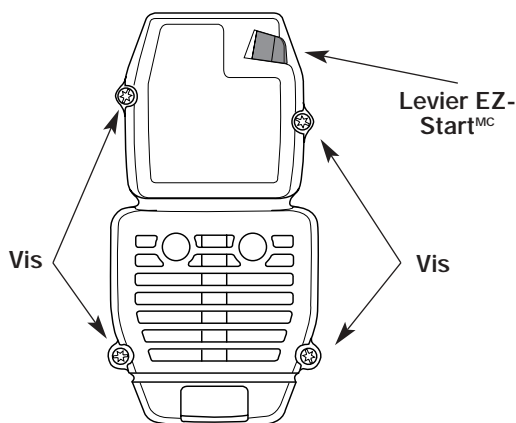

Figure 26
1. Retirez les quatre (4) vis retenant le couvercle du filtre à air/silencieux (Fig. 26). Servez-vous d'un tournevis à lame plate ou à mèche no. 20 Torx.